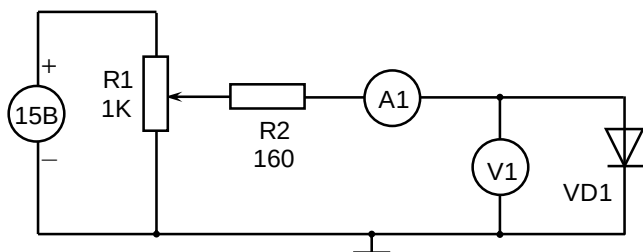

Рис. 1.3. Схема для снятия прямой ветви ВАХ выпрямительного диода
2. Начертить в тетради исследуемую схему для снятия прямой и обратной ветви ВАХ диода, руководствуясь рис. 1.3,